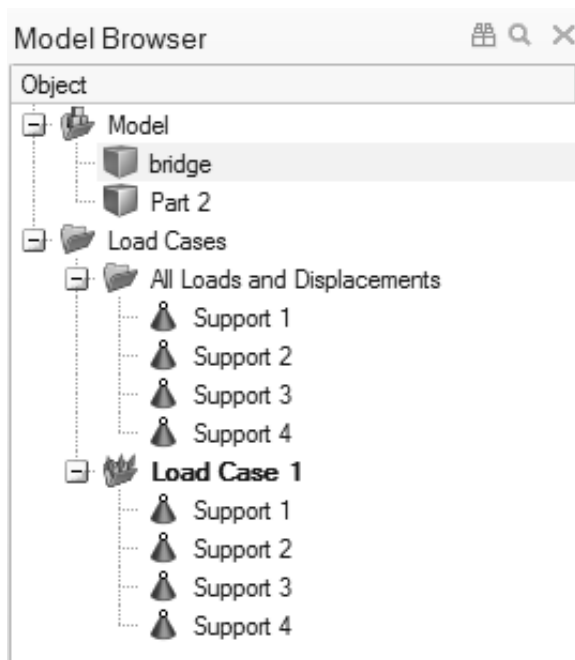

图 4-42
5) 输入 bridge 并按〈Enter〉键来重命名该零件，如图 4-42 所示。